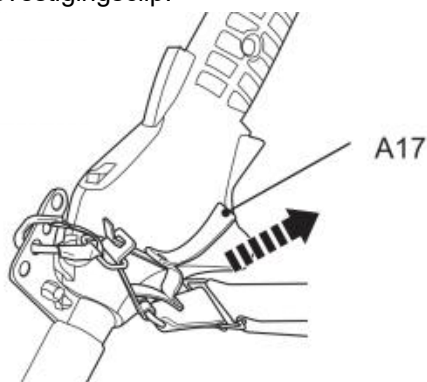

Fig. 34
5. Houd in geval van nood de voorste handgreep (A27) met de linkerhand vast en gebruik de rechterhand om aan het touw (A17) te trekken (Fig. 34). Door het gewicht van het product komt de metalen sluitstang automatisch los van de bevestigingsclip.